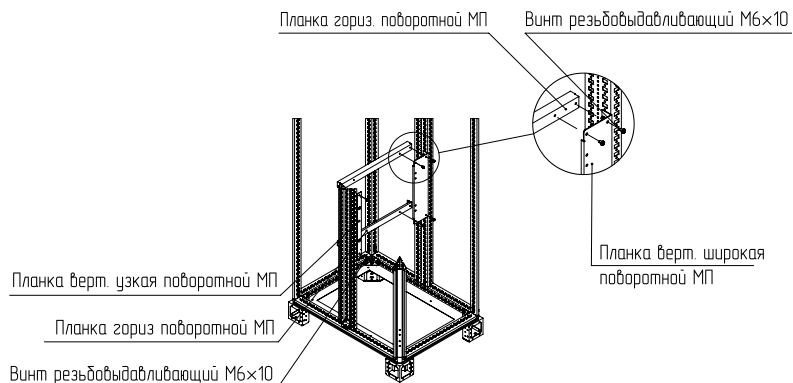

Рисунок 4
- 4.1.4 Приложить планку горизонтальную поворотной МП к верхним отверстиям планок вертикальных широкой и узкой, закрепить винтами М6×10 (рисунок 4). Момент затяжки – 7 Н·м